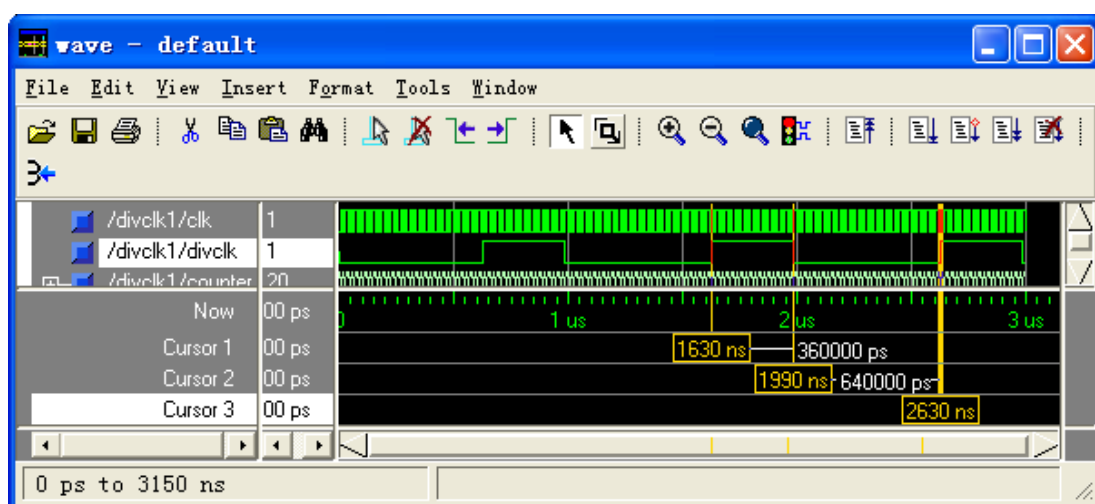

图 8-3-10 仿真波形
- 9、开始仿真，输入命令，run 3us，这时候在波形窗口中出现仿真波形，调整窗口大小，并添加鼠标线，得到如图 8-3-10 所示的波形窗口；